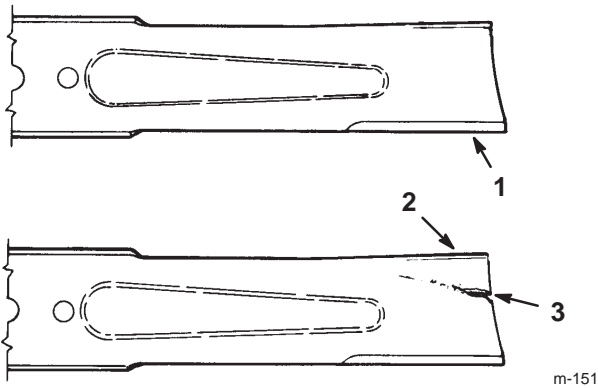

Figure 28
1. Inspectez le tranchant de la lame (Fig. 28). Si elle n'est pas tranchante ou si elle présente des indentations, déposez et aiguisez la lame (voir Aiguisage de la lame, page 29).
2. Inspectez la lame, surtout la partie incurvée (Fig. 28). Remplacez immédiatement toute lame endommagée, usée ou qui présente une entaille (Fig. 28).